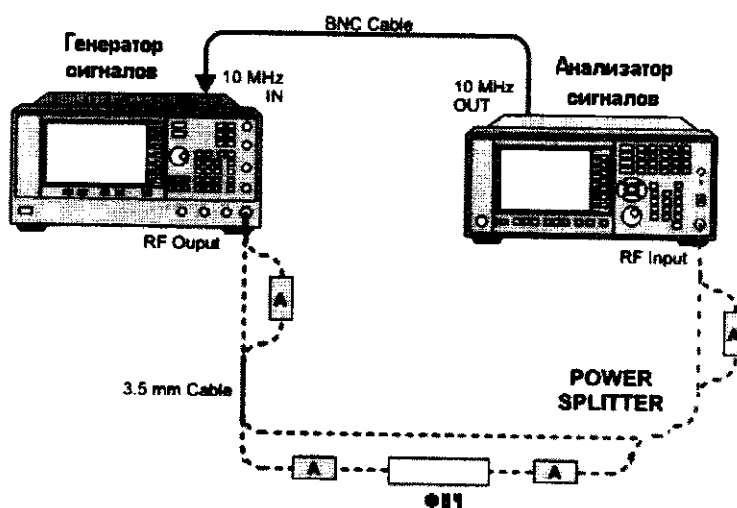

Рисунок 11
7.3.6.6 Отсоединить ИП1 от делителя. Освободившийся рукав делителя с аттенюатором соединить с анализатором спектра (рисунок 11). На анализаторе установить DC coupled, предусилитель включен, полоса обзора 1 МГц, ослабление аттенюатора 0 дБ. Произвести измерения уровня сигнала уровня -10 дБм на частотах  $3 \times 10^5$ ,  $1 \times 10^6$ ,  $5 \times 10^6$ ,  $1 \times 10^7$ ,  $15 \times 10^7$ ,  $45 \times 10^7$ ,  $95 \times 10^7$ ,  $1,25 \times 10^9$ ,  $1,85 \times 10^9$ ,  $2,25 \times 10^9$ ,  $2,95 \times 10^9$ ,  $3,55 \times 10^9$  Гц. Полученные значения зафиксировать, вычислить погрешность.
7.3.6.3 При измерении уровня второй гармоники необходимо использовать фильтры нижних частот соответствующие частоте несущей. Подать на вход анализатора (рисунок 11) гармонический сигнал частотой  $f_1$  и измерить по отсчетному устройству уровень помехи на частоте  $2f_1$ .